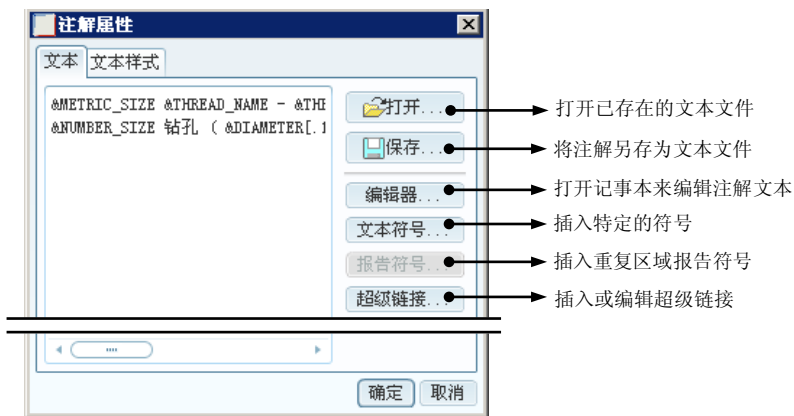

图 5.3.26 “注解属性”对话框
Step4. 系统弹出图 5.3.26 所示的“注解属性”对话框，可以在 **文本** 选项卡的文本框中直接对文本内容进行修改（详细的修改方法见下面的说明）。